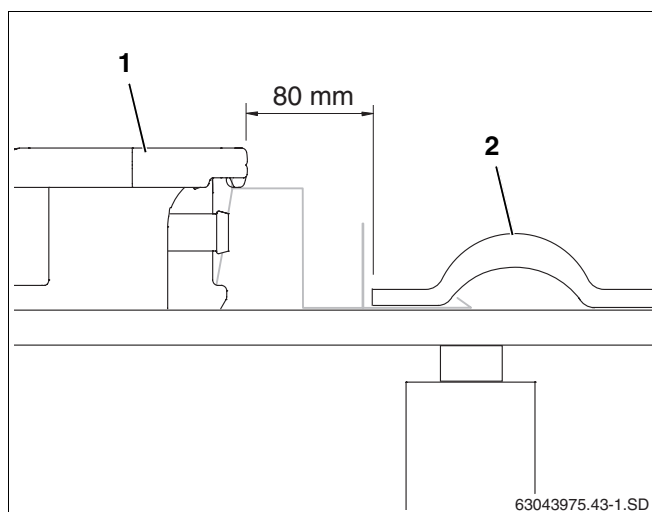

Fig. 24 Colocar o primeiro colector e aparafusá-lo
- ▶ Deslizar o primeiro colector (fig. 24, **item 1**) deslizar na protecção contra deslizamento e posicioná-lo a 80 mm da telha externa (se necessário, cortada) (fig. 24, **item 2**).